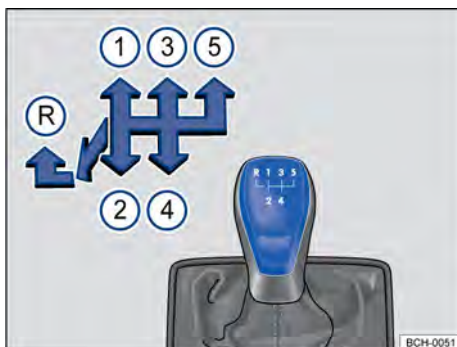

Fig. 93 Esquema de troca de marchas da transmissão manual de 5 marchas.
As posições de cada uma das marchas estão representadas na alavanca de troca de marcha → Fig. 93.
- Empurrar a alavanca de troca de marcha totalmente para a esquerda e depois para frente até a posição da marcha a ré → Fig. 93 Ⓜ️.